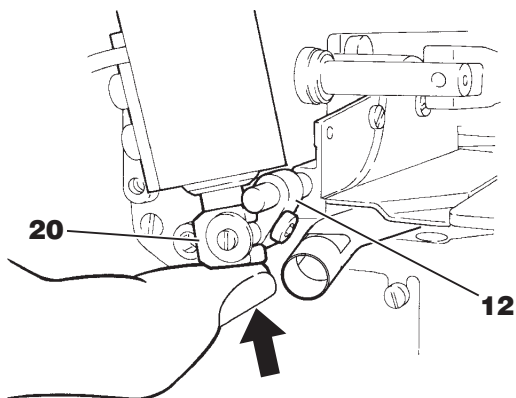

图 20
11. 如图 20 所示, 请用手指向上推线圈 20, 旋转环 12,